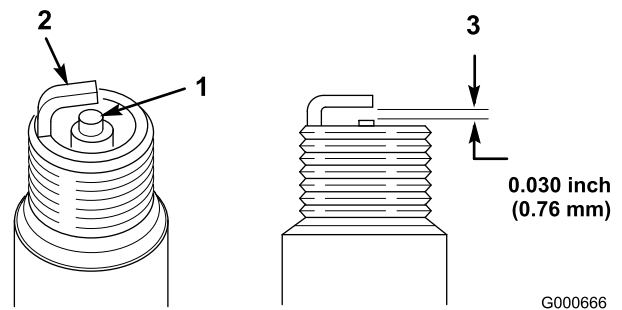

Figura 25
1. Controllate il centro della candela (Figura 25).
2. Verificate la distanza tra gli elettrodi centrale e laterale (Figura 25) e se non è esatta piegate l'elettrodo laterale.